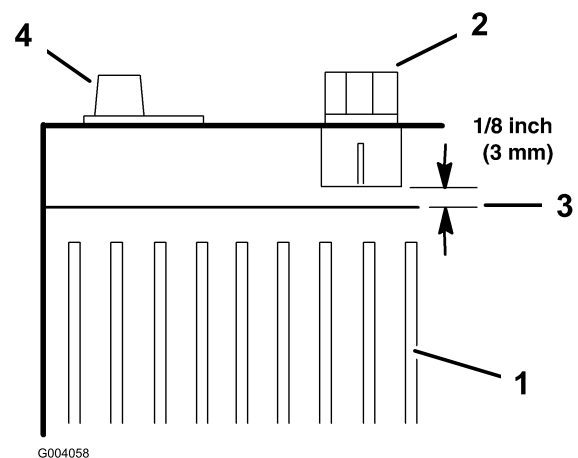

Figure 37
7. Ajoutez la quantité d'eau distillée nécessaire pour que le niveau d'électrolyte se trouve à 3 mm en dessous du bas de chaque creux de remplissage (Figure 37).